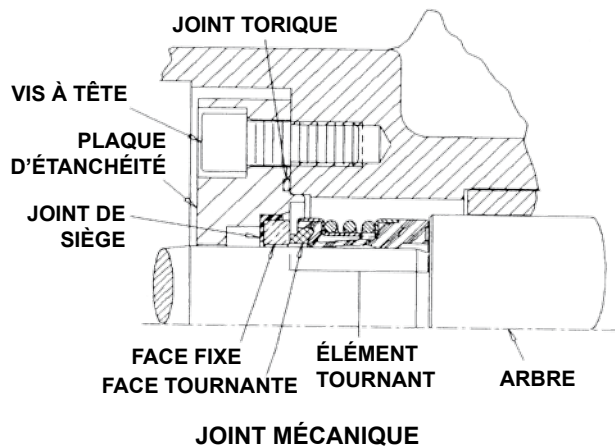

FIGURE 8
2. Voir **FIGURE 8** et les remarques sous « **JOINT MÉCANIQUE** » à la page 6. Poser la partie fixe du joint mécanique dans la plaque de joint mécanique. Enduire le joint torique de la plaque de joint mécanique d'huile ou de graisse pour le maintenir en place et poser la plaque dans le côté arbre du corps de pompe.
Il y a deux modèles de joint mécanique. Le modèle standard, présenté sur la **FIGURE 8** à la page 7, est destiné aux applications de pompage de liquides ayant des viscosités jusqu'à 3 500 SSU. Il existe également un joint de « style clavette », sur lequel la face fixe est clavetée sur la plaque d'étanchéité, pour les applications de pompage sous des viscosités jusqu'à 10 000 SSU.